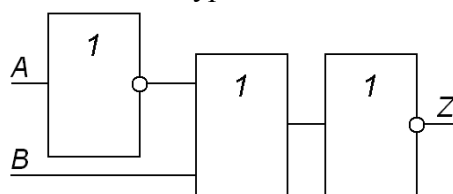

Рис. 7. Цифровая схема.
39. Составьте уравнение и таблицу истинности для схемы на рис. 7.